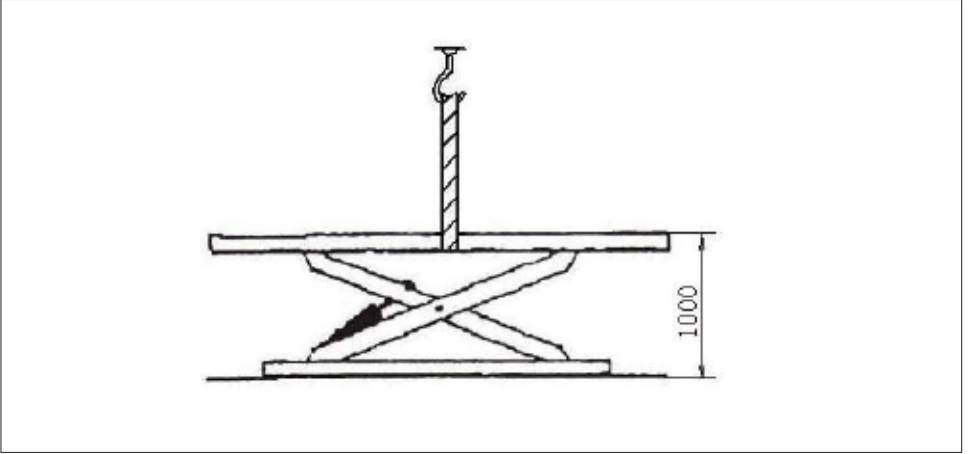

图 5
- 安装地点事先应有电源和气源通至控制台室内高度不能小于 4000MM 举升机推荐安装在地坑内，按图 5 要求施工安装基础
应在平台底部插入调节垫铁用叉车或其他起重设备升起举升平台（图 5）使其升至 1000MM 左右的高度，以确保机械安全保险装置开启并锁定